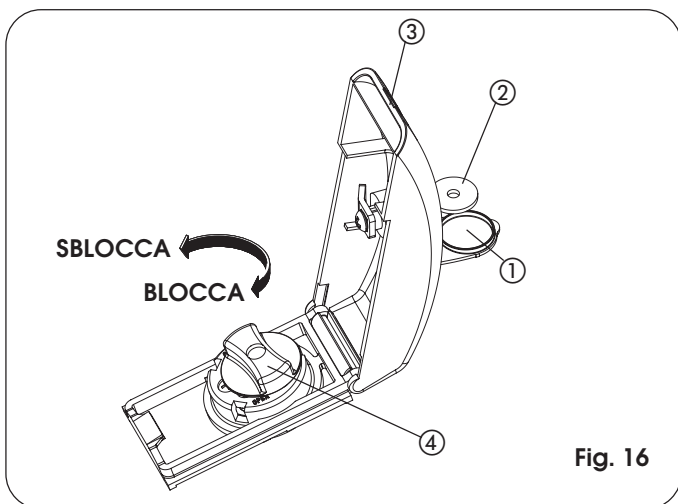

Fig. 16
- Alzare il tappo di protezione (Fig. 16, rif. ①) ed inserire l'apposita chiave in dotazione (Fig. 16, rif. ②).
- Sollevare la copertura (Fig. 16, rif. ③).
- Ruotare, in senso antiorario, di circa due giri, la manopola di sblocco (Fig. 16, rif. ④).
- Per ribloccare l'operatore ruotare, in senso orario, fino all'arresto, la manopola di sblocco (Fig. 16, rif. ④).
- Richiudere la copertura e ruotare la chiave di 90° in senso antiorario (Fig. 16, rif. ②).
- Infine, estrarre la chiave e chiudere il tappo di protezione (Fig. 16, rif. ①).